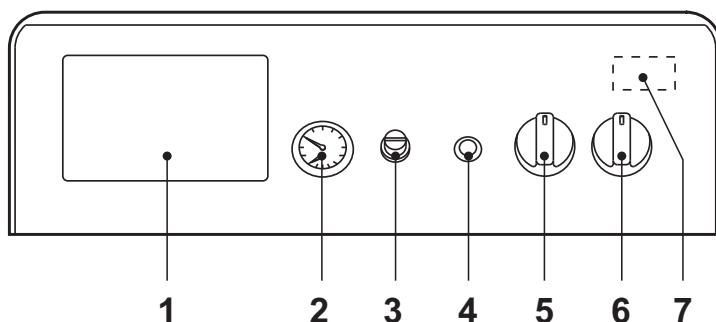
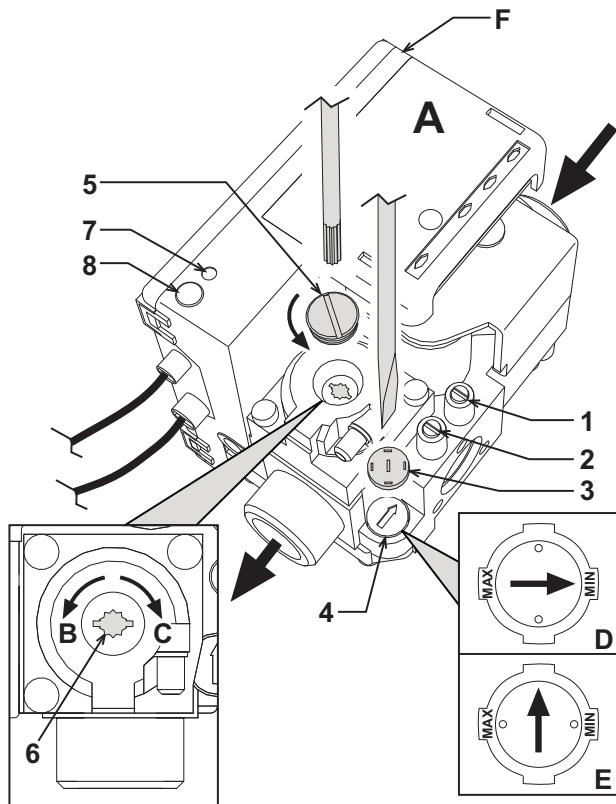

fig. 1 - Tableau des commandes
fig. 3 - Réglage de la pression
- Mettre l'interrupteur général "6" en position 1 (fig. 1).
- Lorsque la chaudière est dotée d'un module électronique thermostatique, monté en position 1 de fig. 1, l'utilisateur devra également tenir compte des instructions fournies par le constructeur de celui-ci.
Tourner la manette 5 de fig. 1 dans le sens des aiguilles d'une montre fait augmenter la température de l'eau de chauffage ; dans le sens inverse elle diminue. La température peut être modulée de min. 30° à max. 90°. Il est toutefois conseillé de ne pas faire fonctionner la chaudière en dessous de 45°.
Programmer à l'aide du thermostat d'ambiance la température souhaitée à l'intérieur des pièces. Commandée par le thermostat d'ambiance, la chaudière s'allume et l'eau est amenée à la température établie par le thermostat de réglage de la chaudière 5 de fig. 1. Le générateur s'éteint dès que la température souhaitée est atteinte à l'intérieur des pièces.
Relier un manomètre à la prise de pression 2 (fig. 3) montée en aval de la vanne à gaz, tourner le bouton du thermostat de la chaudière (rep. 5 - fig. 1) sur la position maximum.
Après avoir ôté le bouchon de protection 5 (fig. 3), régler la pression du gaz au brûleur au moyen de la vis 6 à la valeur souhaitée (voir tableau données techniques et les diagrammes de variation de puissance repris dans le cap. 5).
2. Ôter le petit capuchon de protection de la vanne à gaz 3 (fig. 3). À l'aide d'un petit tournevis, régler le « SEUIL » (step) d'allumage pour le gaz souhaité (**G20-G25** position Dfig. 3 ou **G30-G31** position E fig. 3) ; remettre ensuite le capuchon.